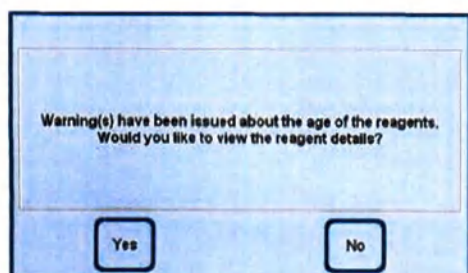

Рис. 223
- Если в состоянии реактивов превышены пороговые значения, то по завершении программы очистки выводится соответствующее предупреждение (рис. 223).